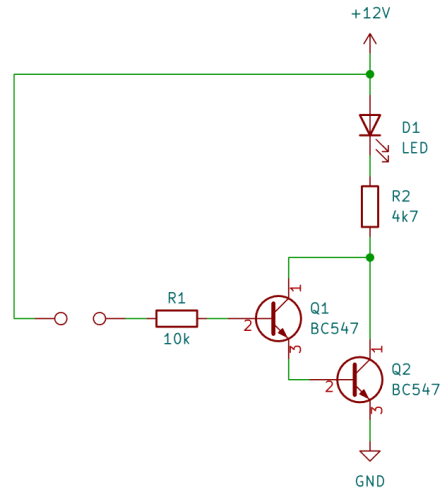

Figura 12: Senzor de atingere cu TBIP Darlington
- Modificați circuitul astfel încât să utilizați tranzistorul compus Darlington (Figura 12) și atingeți cu un deget baza tranzistorului și cu altul + ul de la alimentare. **Ce observați față de montajul precedent?** Pentru un contact cu rezistență mare (dacă vă inseriați cu colegul de la masa de